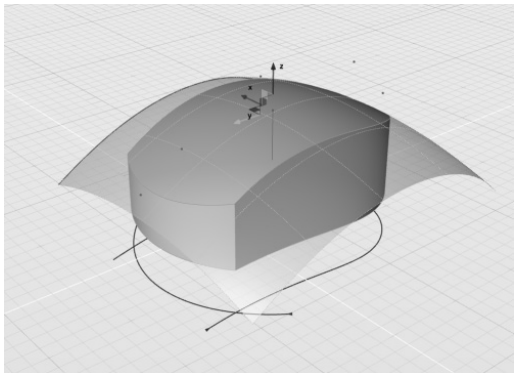

图 4-143 调整顶部形态
- 3) 保持选中该曲面, 切换到“编辑点”模式, 框选中间一排控制点, 并向上拖动控制点位置。退出“编辑点模式”, 可获得顶部呈弧面的形态, 如图 4-143 所示。